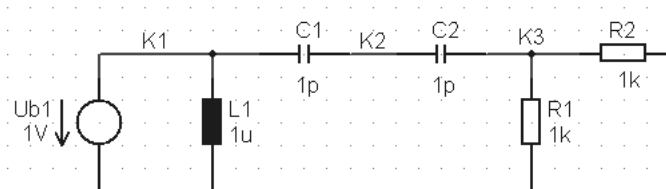
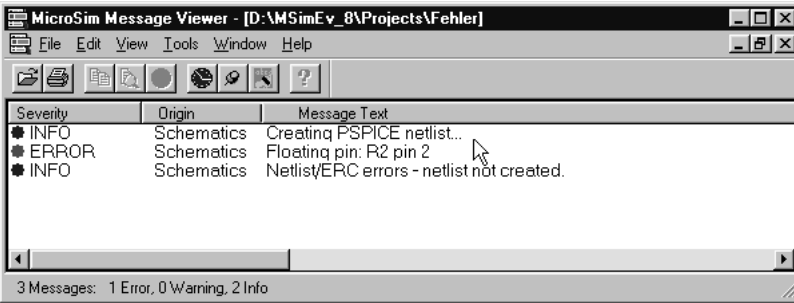

Abb. 27.1.35. Schaltplan mit typischen Fehlern
Abb. 27.1.36. Fenster *MicroSim Message Viewer*
Die typischen Fehler werden anhand des Schaltplans in Abb. 27.1.35 erläutert, der mehrere Fehler enthält. Wenn ein Fehler auftritt, erscheint vor oder nach der Simulation der *MicroSim Message Viewer* mit den Fehlermeldungen, siehe Abb. 27.1.36.
- *Floating Pin*: Ein Anschluss eines Bauteils ist nicht angeschlossen, z.B. bei R_2 in Abb. 27.1.35. Dieser Fehler tritt bereits bei der Erzeugung der Netzliste auf; es wird ein Dialog mit dem Hinweis *ERC: Netlist/ERC errors – netlist not created* und, nach Betätigen von *Ok*, der *Message Viewer* mit dem Fehlerhinweis *ERROR Floating pin: R2 pin 2* angezeigt. Im allgemeinen muss jeder Anschluss beschaltet sein. Eine Ausnahme sind speziell konfigurierte Bauteile oder Makromodelle, die an einem oder mehreren Anschlüssen bereits eine *interne* Beschaltung aufweisen, so dass keine *externe* Beschaltung erforderlich ist.
- *Node <Knotenname> is floating*: Die Spannung eines Knotens kann nicht ermittelt werden, weil sie unbestimmt ist; das ist in Abb. 27.1.35 beim Knoten K_2 der Fall. Diese Fehlermeldung tritt immer dann auf, wenn an einem Knoten nur Kapazitäten und/oder Stromquellen angeschlossen sind; durch letzteres ist die Kirchhoffsche Knotenregel nicht erfüllt. Jeder Knoten muss über einen Gleichstrompfad nach Masse verfügen, damit die Knotenspannung eindeutig ist. Im Fall des Knotens K_2 in Abb. 27.1.35 kann
- *Voltage and/or inductor loop involving <Bauteil>*: Es existiert eine Masche aus Spannungsquellen und/oder Induktivitäten, die gegen die Kirchhoffsche Maschenregel verstößt, z.B. wird in Abb. 27.1.35 die Spannungsquelle $U1$ durch die Induktivität $L1$ gleichspannungsmäßig kurzgeschlossen.